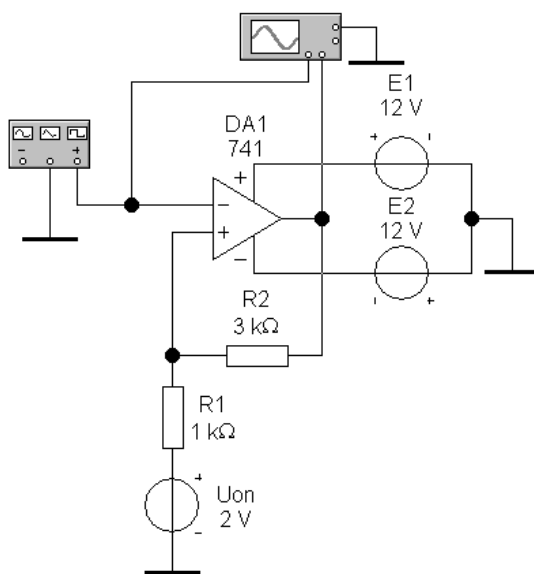

Рисунок 5 – Схема для дослідження тригера Шмітта
- 2.2.1 На робочому полі програми обрати схему для дослідження тригера Шміта (рис. 5).